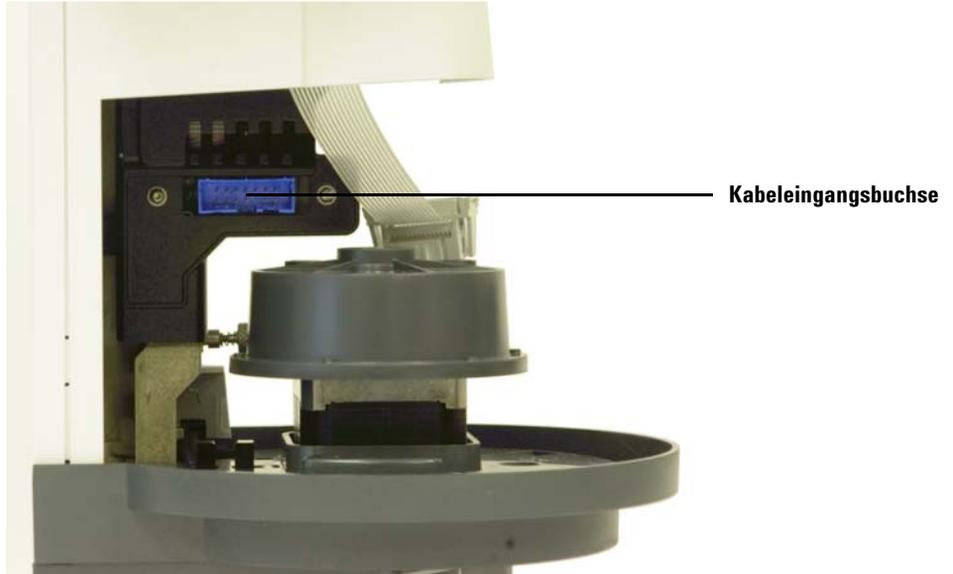

Abb. 63 Zugreifen auf die Kabeleingangsbuchse
- 10** Schieben Sie die Spritzenträgerbaugruppe vollständig nach unten, bis die Kabeleingangsbuchse auf der Baugruppe unter dem Turmgehäuse zugänglich ist (Abb. 63).